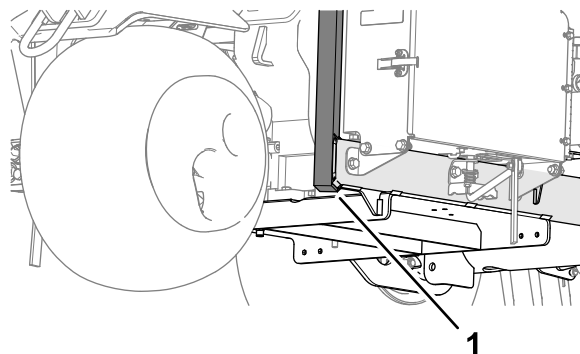

Figura 138
3. Collocate accuratamente il cavalletto sotto il braccio anteriore di supporto delle ruote (Figura 138).